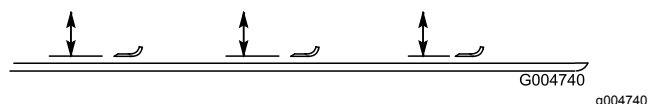

Figura 143
4. Rode a lâmina até que a extremidade fique virada para a frente e para trás e meça entre o interior da plataforma do cortador e a parte cortante na zona dianteira da lâmina (Figura 143).